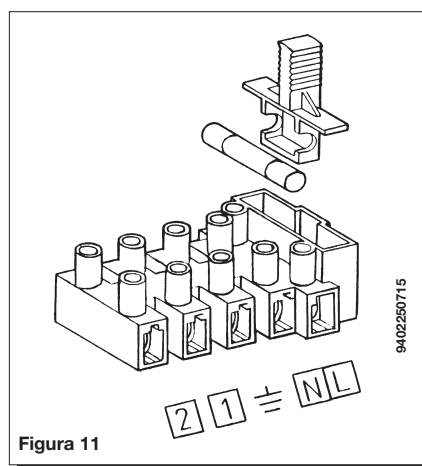

Figura 11
- accedere alla morsettiere di alimentazione (figura 11) come descritto al capitolo precedente;
- togliere il ponticello presente sui morsetti (1) e (2);